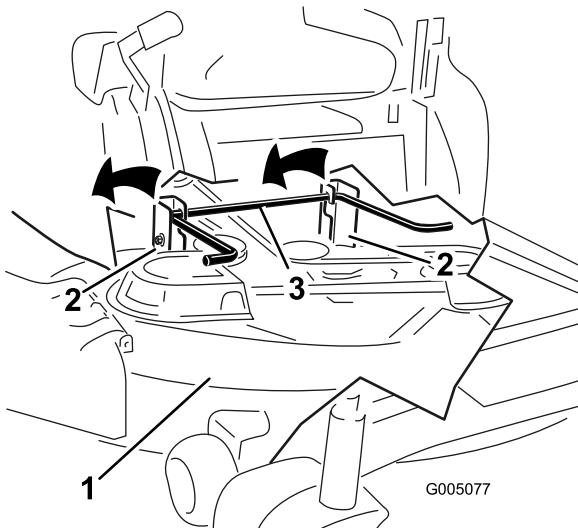

Figure 72
1. Ressort de levage de tablier (2)
7. Soulevez et enlevez le tablier de coupe et les supports de la tige de levage arrière et abaissez la tondeuse au sol avec précaution (Figure 72).
5. Soulevez l'arrière du tablier de coupe et guidez les supports sur la tige de levage arrière (Figure 72).